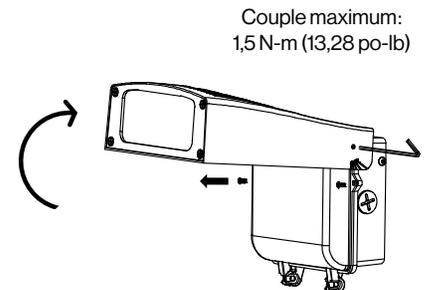

Figure 3
- Utiliser une clé hexagonale de 3/32 pour dégager les vis hexagonales latérales et ajuster la tête du luminaire vers le haut à 90 degrés. (Figure 3)
- Ouvrir la boîte du pilote en dévissant la partie supérieure de la boîte du pilote. (Figure 3)